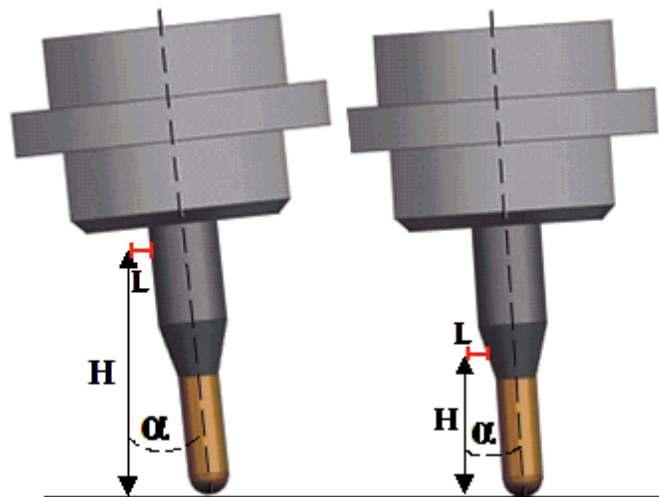

Рис. 1.17. Параметры для автоматического расчета угла наклона инструмента: α – угол наклона; H – максимальная высота стенки; L – минимальный зазор
Автоматически угол наклона (α) формируется при использовании параметров *Максимальная высота стенки* (*Maximum Wall Height*) и *Минимальный зазор* (*Part Safe Clearance*). Максимальной высотой стенки (H) является расстояние от режущей кромки инструмента вдоль его оси, которая вступает в контакт со стенкой при резании (см. рис. 1.17). Максимальная высота стенки определяет, какую длину должен иметь инструмент, чтобы обработать всю стенку. Введенное значение должно быть больше, чем радиус при вершине инструмента.